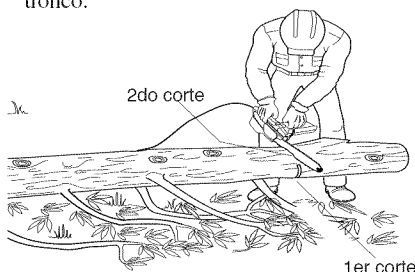

Figura 15 - rozado del tronco apoyado sobre un soa extremo
1. Haga el primer corte del lado inferior del tronco (vea la Figura 15). Utilice la parte